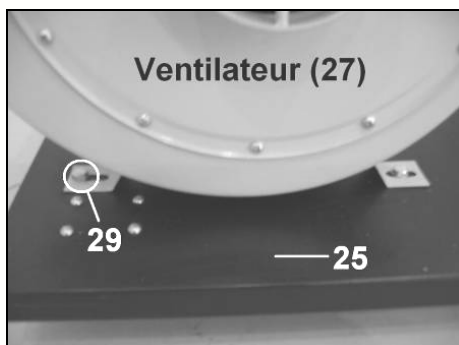

Fig 12
- Ajustez la position du ventilateur (27) puis fixez-le avec 2 ensembles vis hexagonale / rondelle (29) que vous visserez directement dans le plateau (25) (Fig 12).